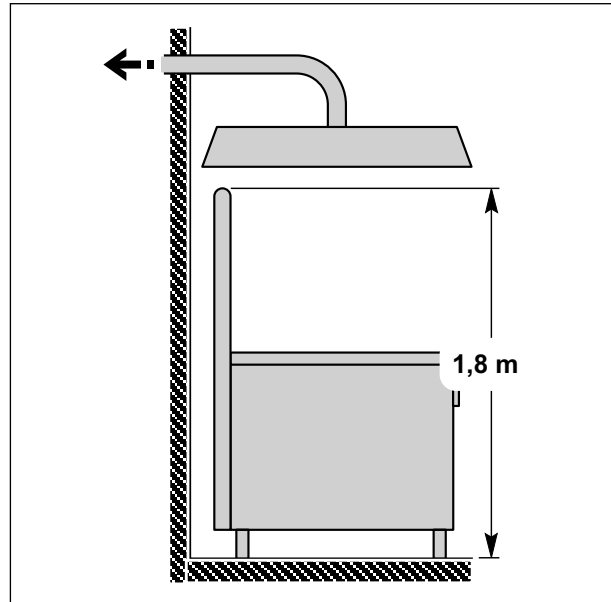

Fig. 17 Scarico fumi attraverso cappa di aspirazione
- La parte terminale del condotto di evacuazione dell'apparecchiatura deve trovarsi a circa **1,8 m** dalla superficie di appoggio dell'apparecchiatura e la sezione di sbocco del condotto di evacuazione dei prodotti di combustione deve essere collocata entro il perimetro di base della cappa (vedi *Fig. 17 Scarico fumi attraverso cappa di aspirazione*).